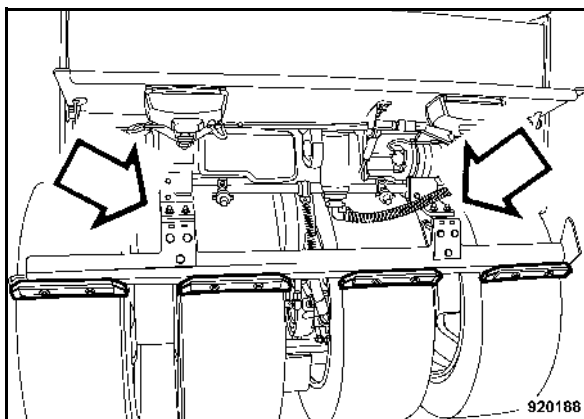

Fig. 152
- Ouvrir la trappe arrière, vérifier les racleurs, les remplacer si nécessaires (Fig. 152).